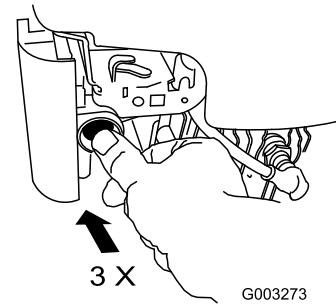

Figure 18
1. Appuyez fermement à 3 reprises sur l'amorçeur avec le pouce, en marquant une pause d'une seconde chaque fois (Figure 18).